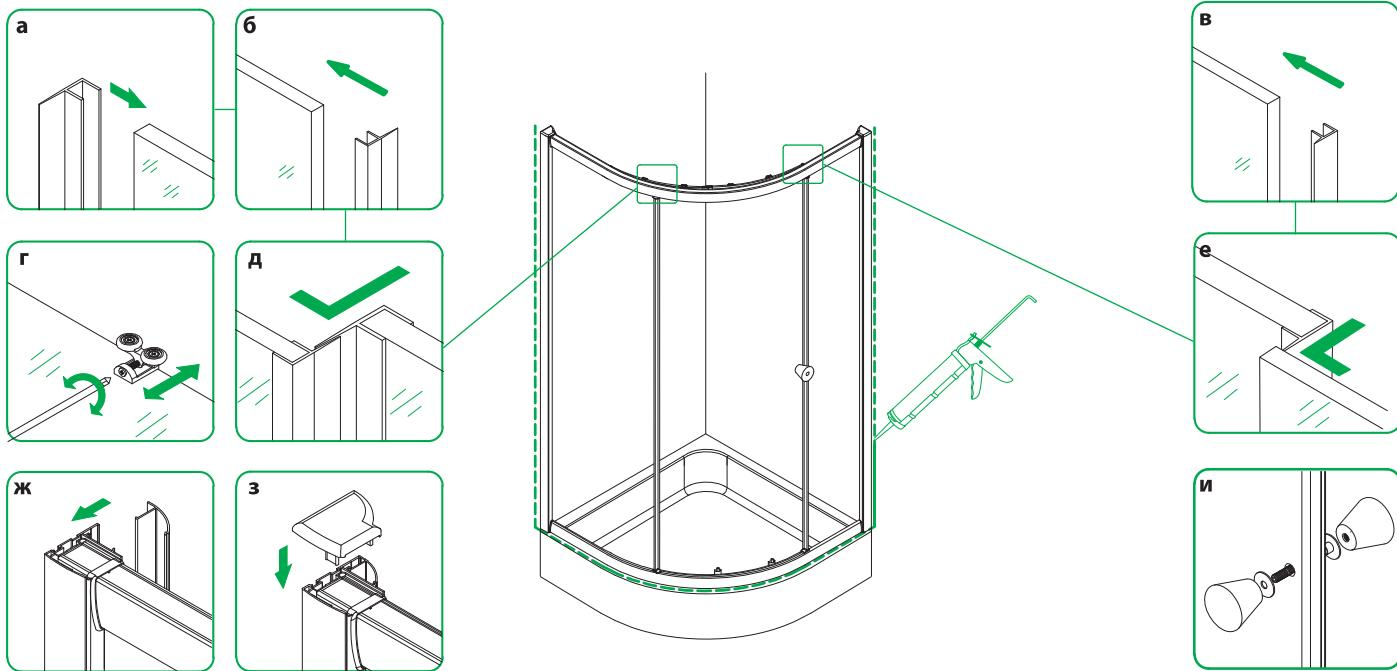

Рис. 10 / 10-сур.
7. Установите ПВХ-уплотнители на двери (рис. 10а–в). Произведите регулировку роликов (рис. 10д) для ровного и плотного смыкания дверей (рис. 10д–е), в ином случае срок службы изделия значительно сокращается.
- Установите боковую заглушку и заглушку пристенного профиля (рис. 10ж–з).
8. В случае необходимости стыки профилей кабины с поверхностью стен и душевым поддоном обработайте санитарным силиконовым герметиком. Время высыхания герметика – 24 часа (рис. 10).
9. Закрепите ручку двери. (рис. 10и).